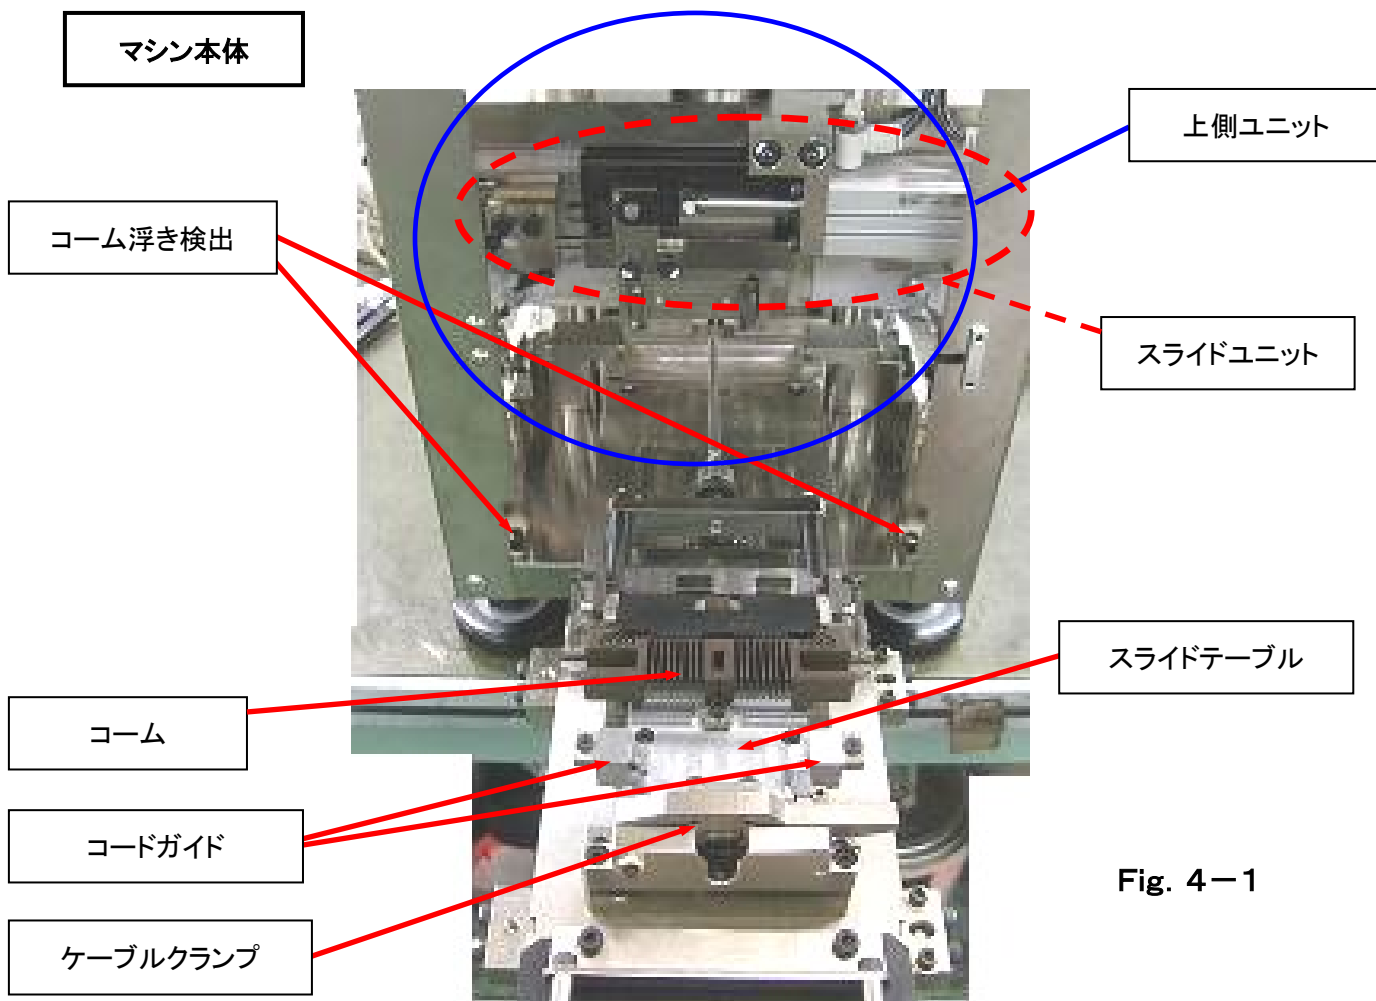
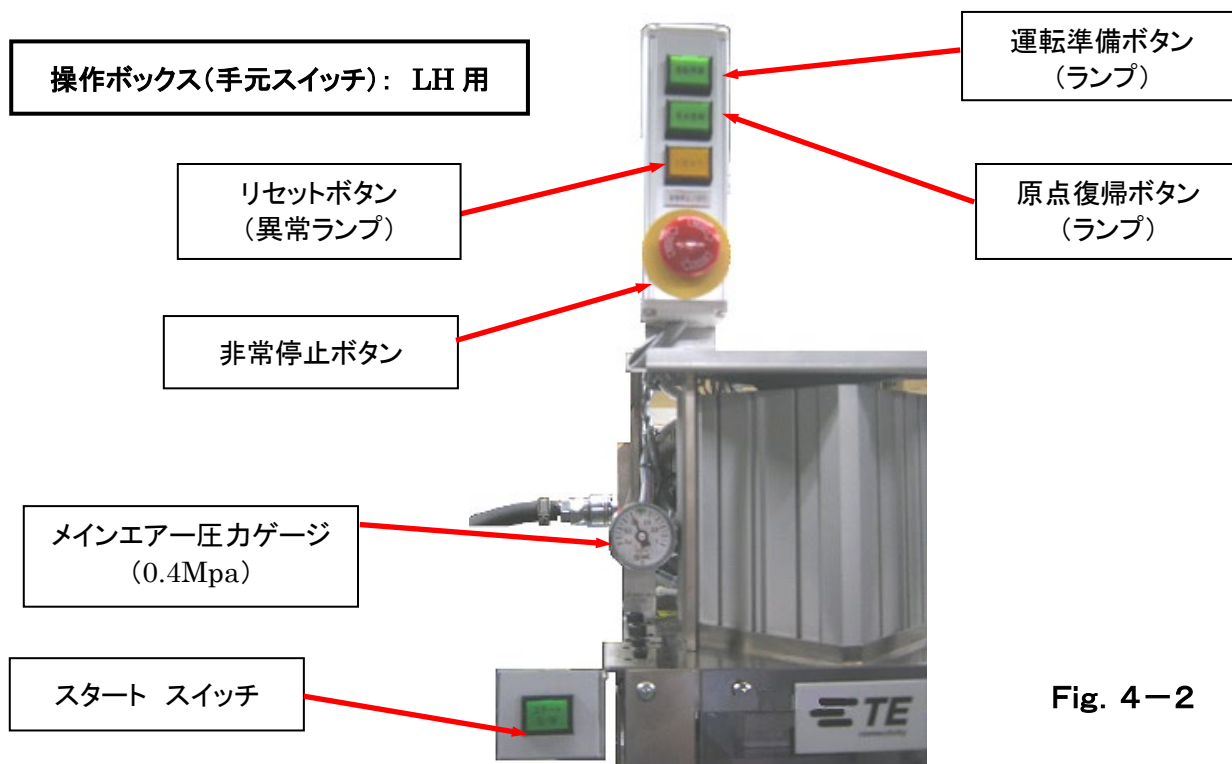

Fig. 4-1
Fig. 4-2
4. 各部名称 <Fig. 4-1><Fig. 4-2><Fig. 4-3>